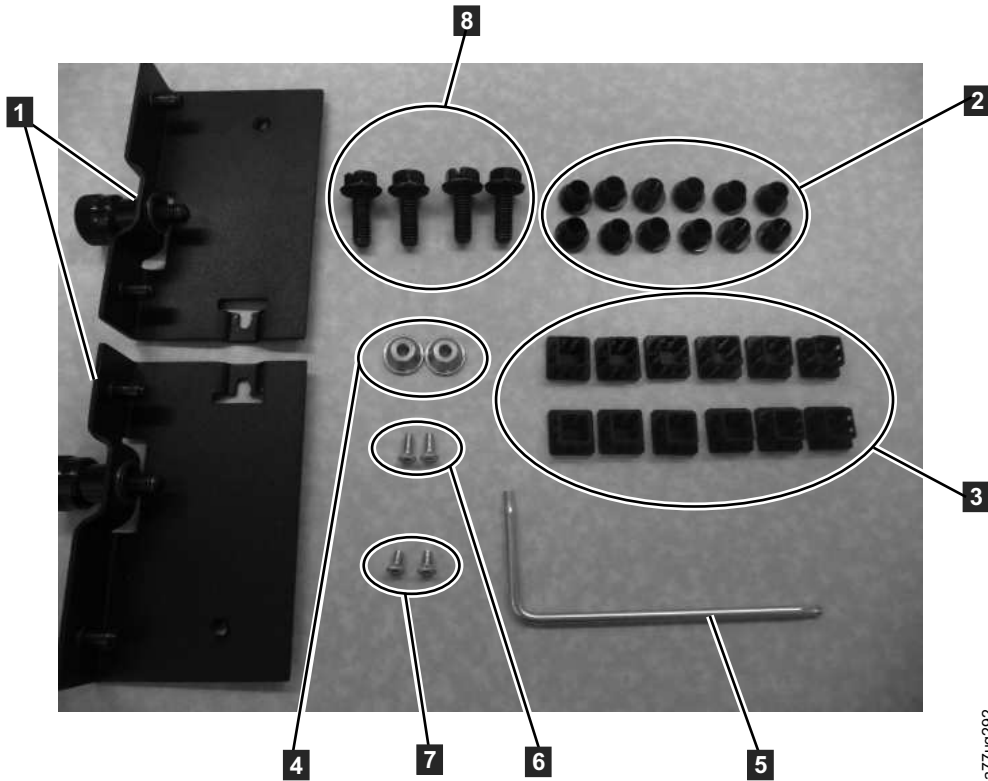

Figure 25. Matériel fourni dans le kit de montage en armoire B
- 2 étriers de fixation avec vis moletées imperdables (**1** po figure 25)
- 1 clé Torx (**5** po figure 25)